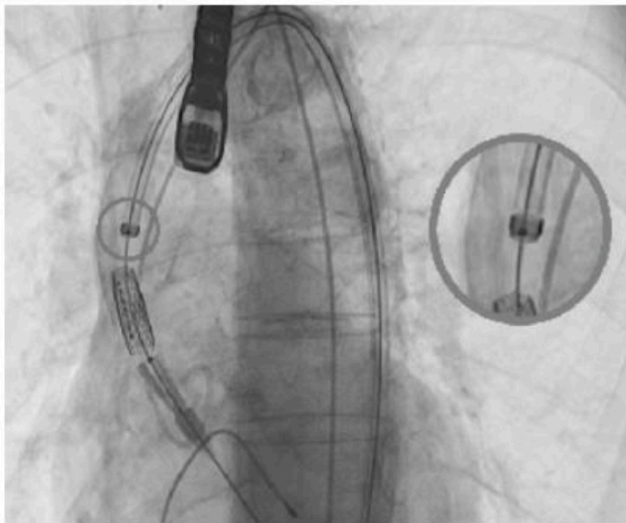

Figura 26:
K.9. En la aorta ascendente, verifique el posicionamiento del marcador radiopaco distal del balón de inflado, que debe superponerse con el marcador radiopaco de la vaina desviable. Si el balón avanza durante la navegación, reposicione utilizando el sistema de ajuste fino del sistema de colocación, como se muestra en la Figura 26.